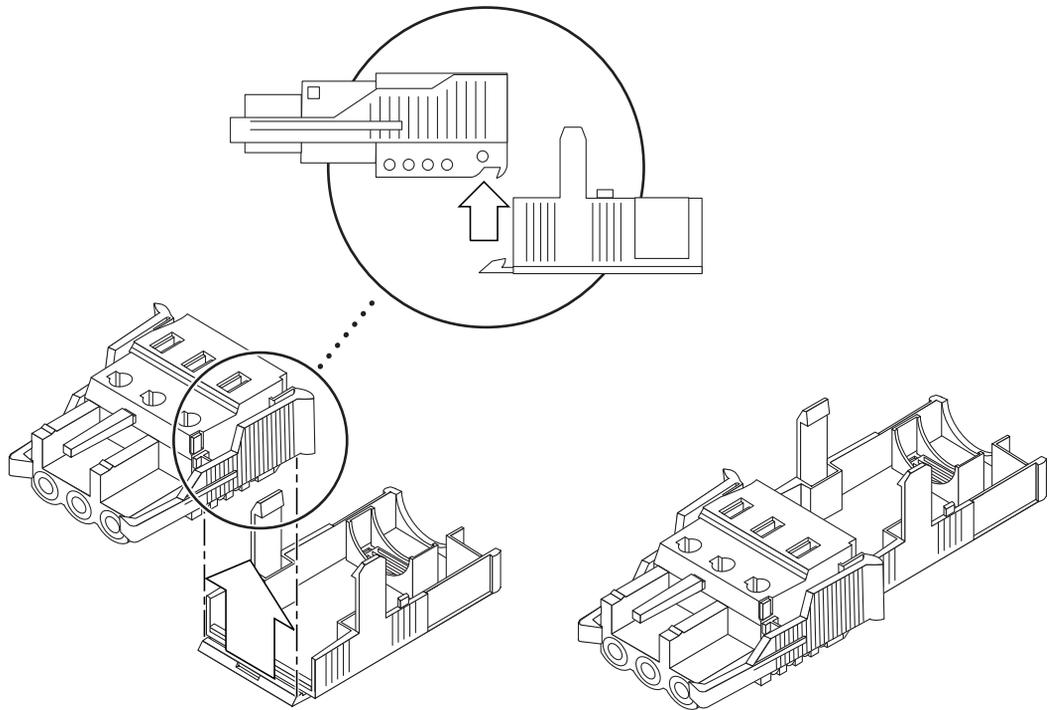

FIGURE 3-6 Insertion de la partie inférieure du boîtier
1. **Insérez la partie inférieure du boîtier dans l'entaille du connecteur CC jusqu'à ce qu'il s'enclenche (voir la FIGURE 3-6).**